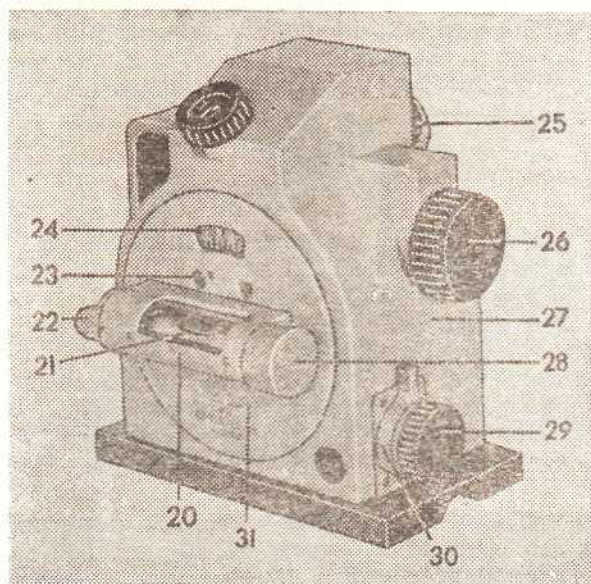

Рис. 2
штейне 50. На нем же закреплен зубчатый сектор, связанный с маховичком 26 микрометра (рис. 2).
Наружный кожух 27 (рис. 2) закрывает корпус. С лицевой стороны кожух закрыт фланцем 31 с корпусом 20. Фланец жестко связан с лимбовой частью винта 23 и вращается вместе с лимбом.
- приведите пузырек продольного уровня в среднее положение и закрепите наводящее устройство маховичком 30 (рис. 2);
- снимите колпачок 28 (рис. 2) с корпуса продольного уровня;
продольный уровень был расположен вдоль измеряемой наклонной плоскости. Отпустите маховичок 30 (рис. 2), установите продольный уровень приблизительно в горизонтальное положение от руки, затем, закрепив поводок наводящего устройства маховичком 30, вращением маховичка 29 установите пузырек продольного уровня на середину. Снимите отсчет по прибору, как указано в разделе 6.1.
Для установки плоскости под заданным углом необходимо приблизительно установить нужный угол по наружной шкале 24 (рис. 2) и закрепить продольный уровень маховичком 30.